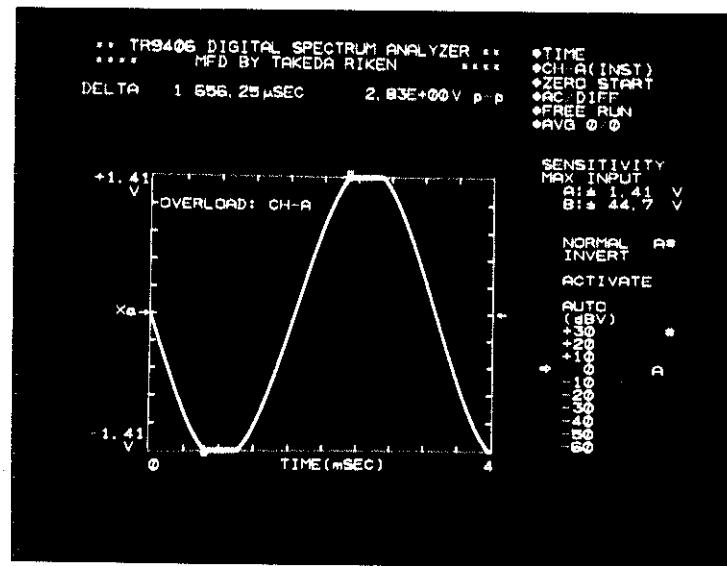

図 4-11 OVERLOAD表示
過入力検出 1、過入力検出 2 および同相過入力検出によって、振幅および周波数レンジに対して過入力が検出された場合、検出されている間中②の **OVERLOAD** ランプが点灯し、“ピィ”という連続音を発します。また、CRT ディスプレイ上には [図 4-11] に示しますように、中央に